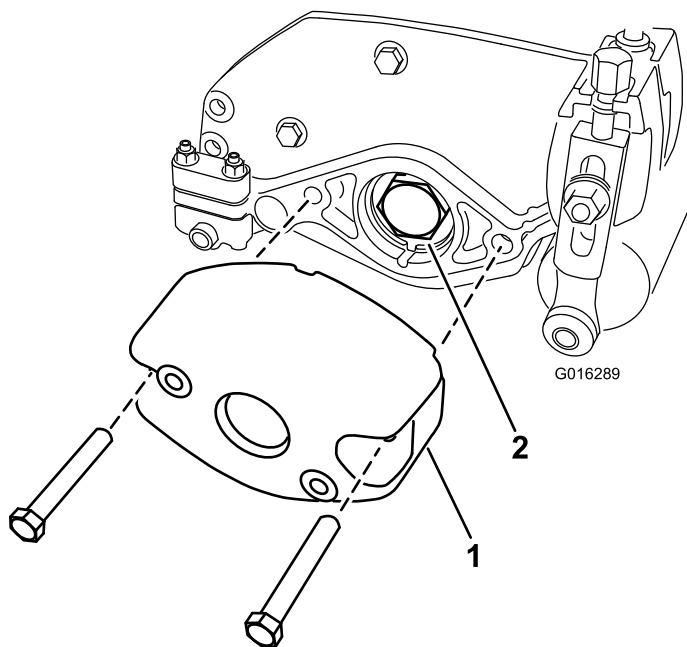

Figura 2
5. Togliete i 2 bulloni e i dadi che fissano il contrappeso all'estremità destra dell'apparato di taglio. Rimuovete il contrappeso (Figura 2).
6. Togliete il dado del cuscinetto dall'albero del cilindro (Figura 2).